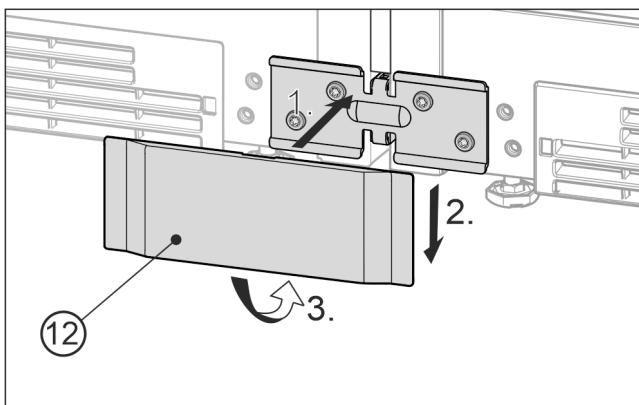

Fig. 24 Zobrazení příkladu
- ▶ Dolní kryt Fig. 24 (12) nasadte vpředu na úhelník Fig. 24 (1), zasuňte dolů Fig. 24 (2) a dole zatlačte do západek Fig. 24 (3).